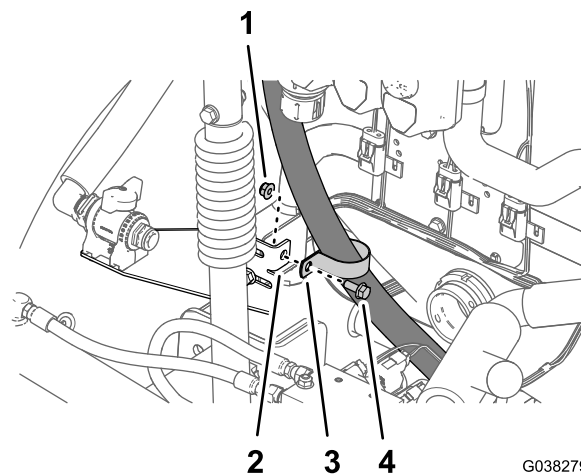

Figure 72
- Fixez le flexible relié au flexible d'alimentation du pulvérisateur sur la languette de la patte de fixation de la vanne d'agitation (Figure 72) à l'aide du boulon à embase (5/16" x 3/4") et du contre-écrou à embase (5/16").